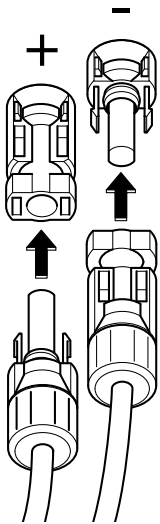

Abb. 37: PV-String anschließen
➡ Abb. 37
5. Die Buchsen und Stecker der DC-Leitungen am Wechselrichter einstecken.  **Abb. 37** Die Dichtstopfen aus den Steckverbindern aufbewahren.